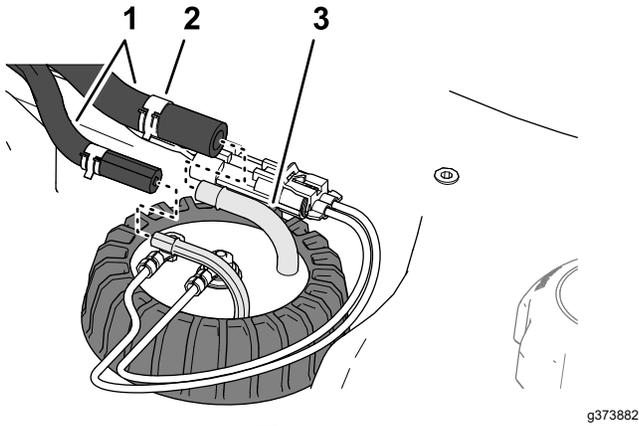

図 125
4. 燃料センダの機体内側にあるフィッティングにホースを固定しているクランプを外してフィッティングからホースを取り外す 図 125。